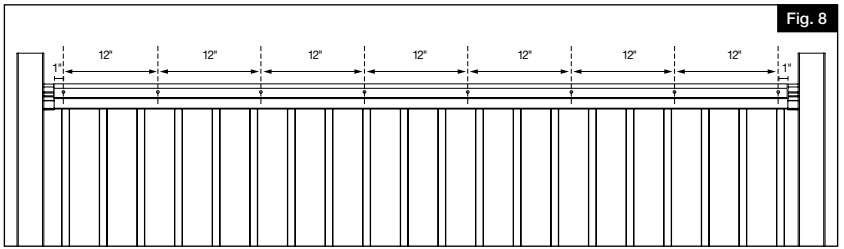

Fig. 8
- c. Add screws on both sides of the adapter securing adapter to rail every 12" along the length of the rail. Pre-drill using $\frac{1}{8}$ " bit for best results (Fig. 8).
- c. Ajouter des vis des deux côtés de l'adaptateur fixant l'adaptateur à la rampe tous les 12 po sur la longueur de de la rampe. Percer à l'aide d'un foret de 1/8" pour de meilleurs résultats (Fig. 8).